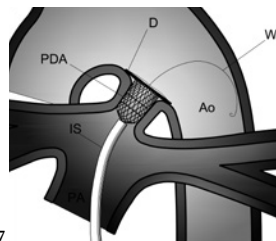

Fig. 17
- Mantenga tensionado el pusher y retraiga lentamente la vaina de implantación (IS). En este momento puede ver la configuración final del Nit-Occlud® PDA-R (D) (Fig. 17).